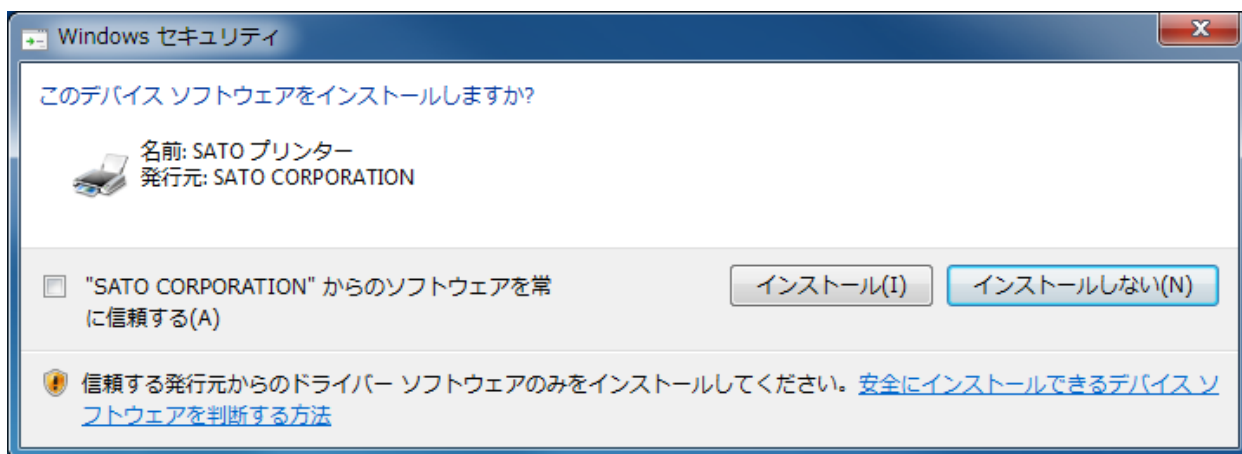

図 3.1.2.1 セキュリティ警告画面
「次へ」をクリックすると、Windows 7 以降の OS では「図 3.1.2.1 セキュリティ警告画面」が表示されますので、「このドライバソフトウェアをインストールします (I)」を選択してください。(Windows XP/Server2003/Server2008 ではメッセージ内容が異なります。インストール継続を選択してください。)